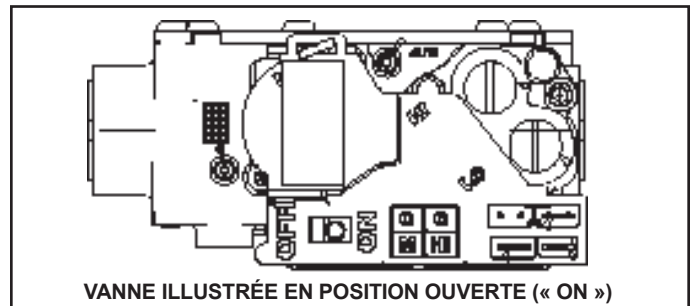

FIGURE 2
Fonctionnement de la vanne de gaz (Figure 2)
- 6 - Mettre le levier de la vanne de gaz sur OFF (FERMÉE). Voir figure 2.
- 8 - Mettre le levier de la vanne de gaz sur ON (OUVERTE). Voir figure 2.